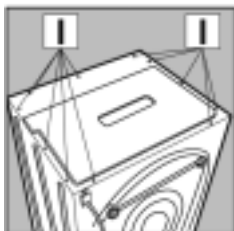

Рис. 1
2. Снимите верхнюю крышку, отвернув два винта **I** (рис. 1).
- Винтами типа **C** закрепите две рамки для дверных петель, таким образом, чтобы отверстие, обозначенное стрелкой на *рис. 1*, было направлено к внутренней части лицевой стороны машины.